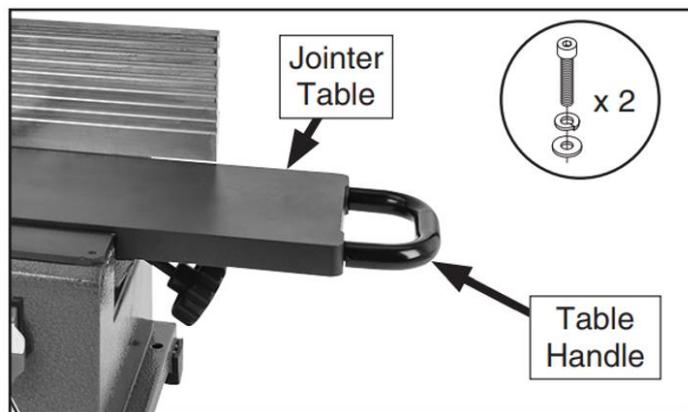

Рисунок 17. Ручка, прикрепленная к торцу стола.
- 9. С помощью (2) саморезов M8-1,25 x 30, (2) стопорных шайб \varnothing 6 мм и (2) шайб \varnothing 6 мм прикрепите каждую ручку к задней части столов станка (см. рис. 17).